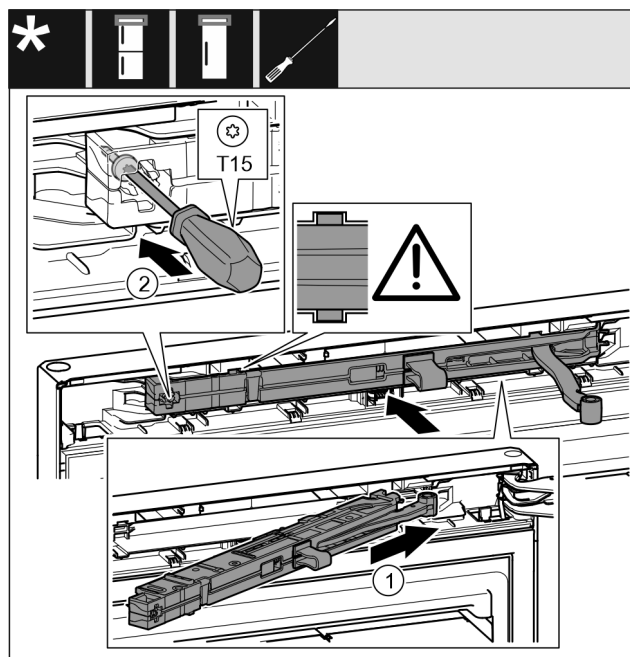

Fig. 69
- ▶ Jednotku tlumiče zavírání Fig. 69 (1) na straně stojanu ložiska zasuňte až na doraz šikmo do vybrání.
- ▶ Šroubovákem šroub Fig. 69 (2) pevně utáhněte.